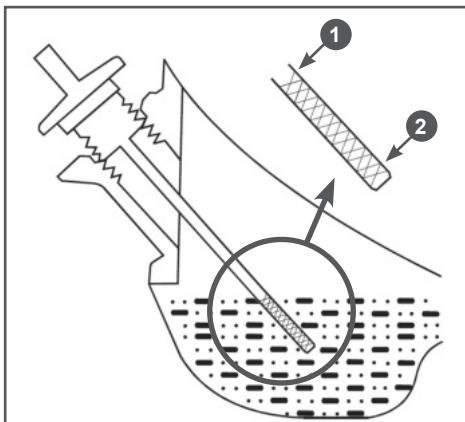

Рис. 7 Проверка уровня масла в картере
- Установите крышку-щуп в отверстие горловины, не закручивая его (Рис. 7).
- Аккуратно вытащите щуп и осмотрите его. Уровень масла должен соответствовать верхней отметке 1 на щупе (Рис. 7).
3. Протрите щуп насухо и вставьте в отверстие горловины, не закручивая (Рис. 7).
4. Аккуратно извлеките щуп и осмотрите его. Уровень масла должен соответствовать верхней отметке 1 на щупе (Рис. 7).